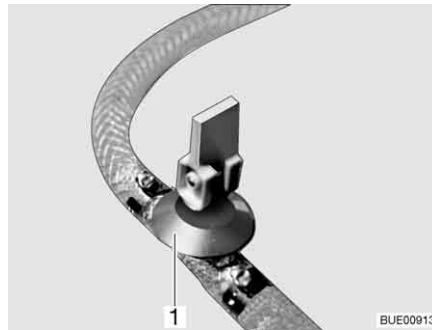

Bild 184 Avtappningskran
- Stäng avtappningskranen/avtappningskranarna. Ställ vipparmen (Bild 184,1) i vågrätt läge.
- Öppna avtappningskranen/avtappningskranarna (Bild 184). Ställ vipparmen (Bild 184,1) i lodrätt läge. Varmvattenberedaren töms utåt.